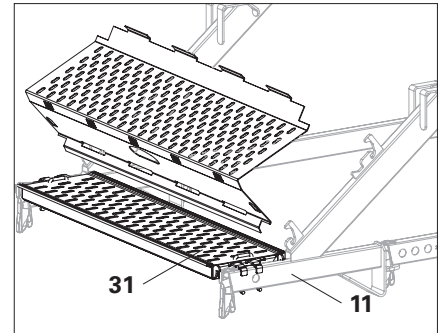

Fig. A2.08a
2. Inclinare il primo gradino (**12**) e metterlo nel sostegno più basso (**11.1**) dei cosciali. (Fig. A2.08a)